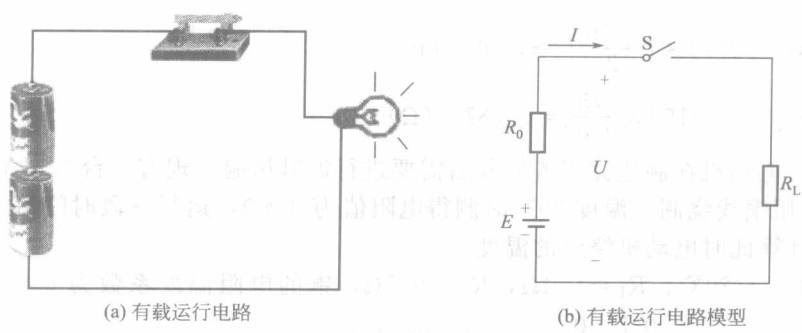

图 1-10 有载运行状态
① 有载运行状态 如图 1-10(a) 所示，开关 S 合上，电路中电源与负载接通，构成闭合回路，此时负载中有电流通过，这种状态称为有载运行状态。